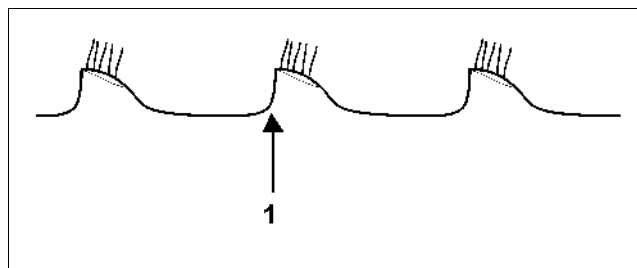

Fig. 22
- skærekanten til 2. tallerkenrække er ikke synlig og følger den 1. tallerkenrække (Fig. 22):